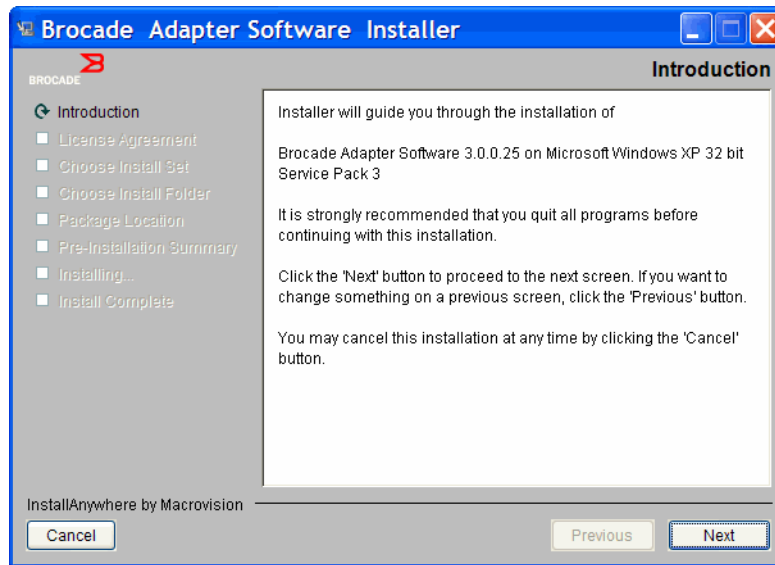

図 11 Brocade Software Installer についての画面
3. **Brocade Software Installer Introduction** (Brocade Software Installer について) 画面が表示されたら (図 11) 推奨事項と指示を読んだ後、**Next** (次へ) をクリックします。